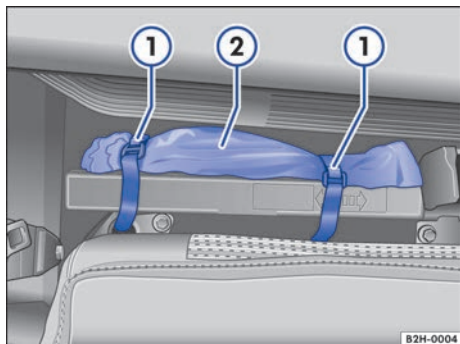

Fig. 172 Detrás del respaldo del asiento trasero (vehículos con cabina doble): herramientas de a bordo ①.
Herramientas de a bordo en una bolsa detrás del respaldo del asiento trasero	<ul style="list-style-type: none"> - Abata el respaldo del asiento trasero hacia delante → página 61. - Suelte los cierres de velcro → fig. 172 ① y retire la bolsa ②.